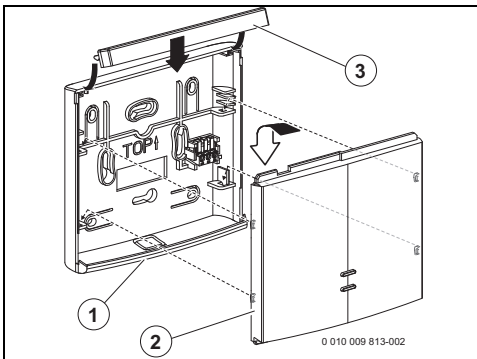

Bild 4 Funkmodul am Wandsockel einhängen
- ▶ Die vier Haken auf der Rückseite des Funkmoduls (→ Bild 4, Pos. [2]) in die vier Vertiefungen des Wandsockels einhängen.
- ▶ Verschlussleiste (→ Bild 4, Pos. [3]) einsetzen.